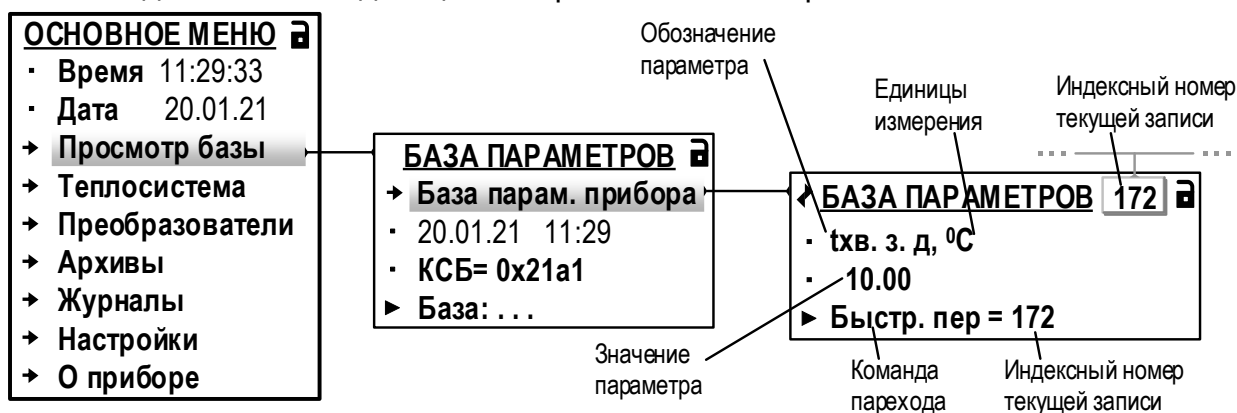

Рис.49. Вид окна индикации базы параметров.
8.4.1. Значения параметров, устанавливаемых в ТВ при настройке (либо устанавливаемых автоматически), фиксируются в базе, одно из окон индикации которой показано на рис.49.